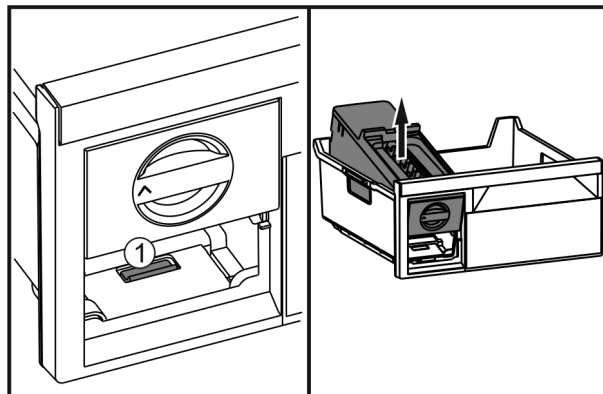

Fig. 55
- ▶ Stlačte západku Fig. 55 (1), EasyTwist-Ice zezadu zvedněte a vyjměte z mrazicí zásuvky.